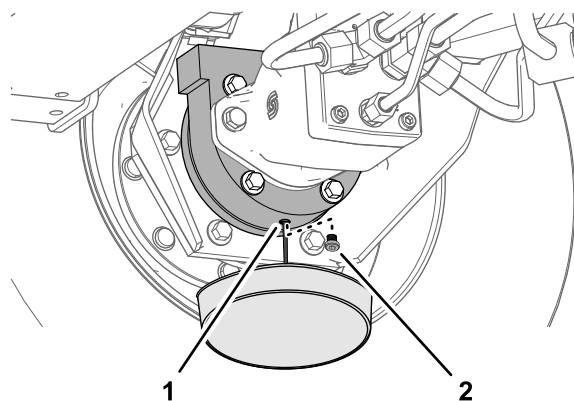

Рисунок 68
6. Подставьте сливной поддон под корпус тормоза, снимите пробку сливного отверстия и дайте маслу полностью стечь (Рисунок 68).